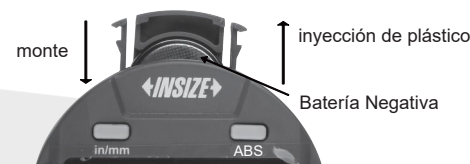

Fig.1
1. Extraiga e instale la pila (CR2032) con el polo negativo hacia fuera (Fig.1).